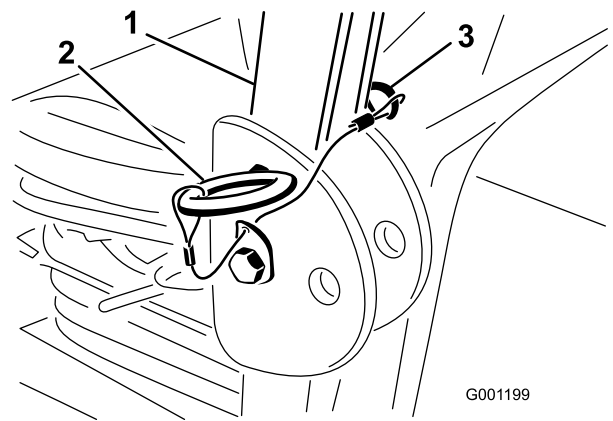

Figure 8
- Retirez les goupilles fendues puis les 2 axes de l'arceau de sécurité (Figure 8).
- Relevez complètement l'arceau de sécurité puis insérez les 2 axes et fixez-les avec les goupilles fendues (Figure 8).